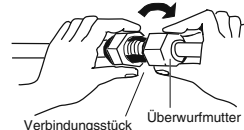

Abb. 5-5
- Um eine korrekte Verbindung zu gewährleisten, müssen Verbindungsleitung und die aufgeweitete Leitung in gerader Richtung zueinander positioniert werden; danach die Überwurfmutter zunächst locker aufschrauben, um eine einwandfreie Verbindung zu erhalten. (Abb. 5-5)